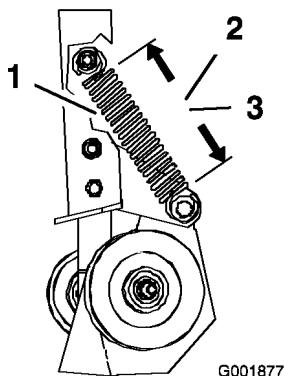
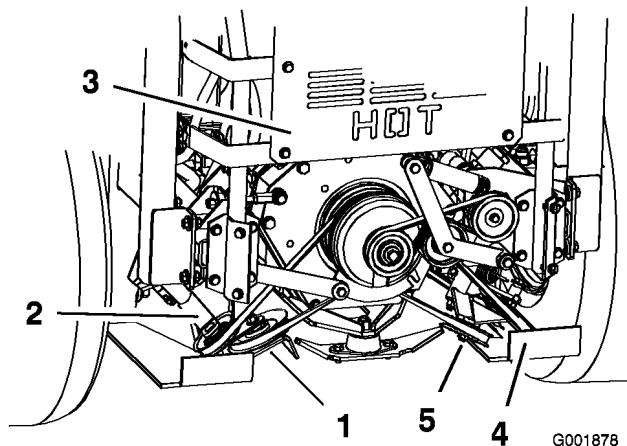

Figura 64
Figura 65
tensada con muelle tiene las medidas indicadas a continuación (Figura 64 y Figura 65).
- Medida del muelle izquierdo: $14,6 \pm 0,3$ cm (Figura 64).
- Medida del muelle derecho: $14,0 \pm 0,3$ cm (Figura 64).
4. Si el muelle no tiene las medidas correctas, afloje la tuerca que sujetla la polea tensora ajustable para que pueda desplazarse hacia arriba y hacia abajo dentro de la ranura (Figura 65).
5. Alivie la presión en la polea tensora tensada con muelle (Figura 65).
6. Posicione la polea inferior ajustable en la ranura y apriete la tuerca (Figura 65).
7. Compruebe que la espiral del muelle de la polea tensora tensada con muelle tiene las medidas correctas (Figura 64).